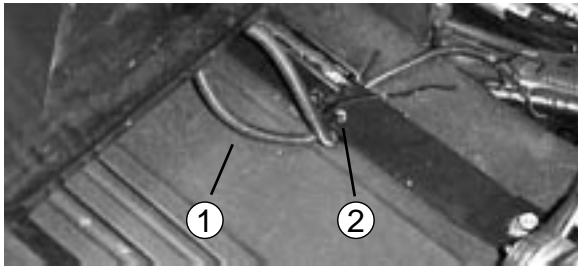

図 6
6. デラックスシートでは、もう一つのシートスイッチコネクタ (使用しない) を、ストラップの下を通して運転席の下まで戻し、2本のコードをキットに付属しているタイで束ねてストラップの一番後ろの穴に縛りつけておく (図6)。